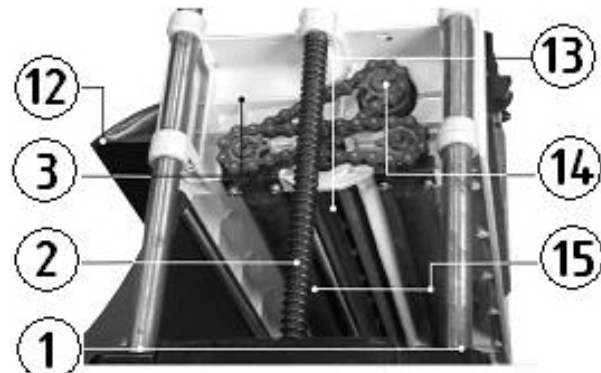

Рис.4
Строгальный вал (13) с закрепленными на нем строгальными ножами приводится во вращение коллекторным двигателем через ременную передачу, рис. 4а. Конструктивно узел привода объединен в один блок и включает понижающий редуктор с цепной передачей (14) для перемещения заготовок в рабочую зону.
Рис. 4а
## 9.4. Строгальный вал со строгальными ножами (13) (Рис. 4)
может привести к заклиниванию заготовки между роликами (15) подачи заготовки и элементами машины и, как следствие, к поломке звездочек и обрыву цепей привода (17) роликов (15) подачи заготовки, Рис. 4. Всегда защищайте лицо соответствующим защитным щитком или очками.